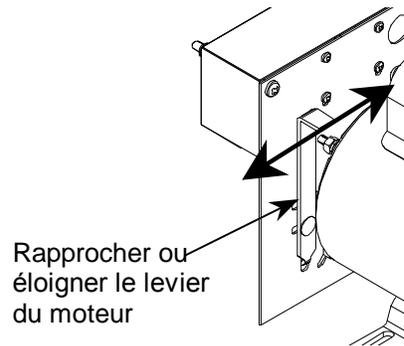

Figure 21 Réglage du frein
3. Pour régler la tension de la garniture de frein, déplacez le levier de réglage. Pour augmenter la tension, éloignez le levier du moteur. Pour diminuer la tension, rapprochez le levier du moteur (Figure 21).